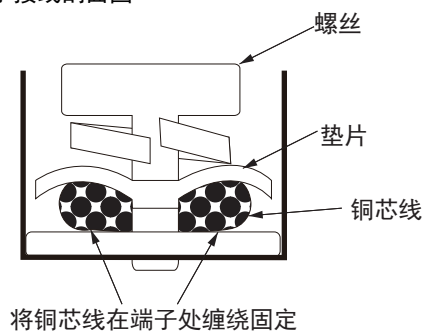

图3
③将固定电线的卡线部螺钉拧松。
- ④松开端子台上的螺钉, 将单根电源线上分散的铜芯线绞扭在一起, 电线穿过电源箱侧面所对应的出线孔及卡线部, 然后按照图3所示插入到端子台的接线部, 并确保其在垫片的下方位置被全部插入。